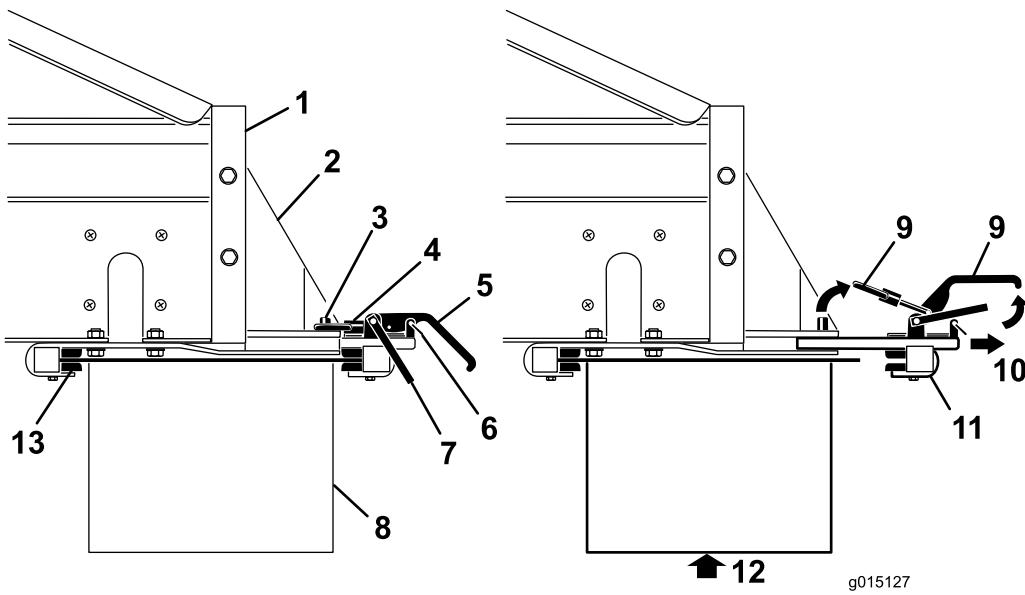

Figure 49
3. Retirez les clips des verrous de sécurité sur les poignées de serrage (Figure 49).
4. Levez le verrou de sécurité, puis levez les poignées des brides de fixation de l'accessoire et dégagerez les bagues de blocage des goupilles de blocage (Figure 49).
5. Sortez la fixation rapide arrière d'accessoire des fentes de montage (Figure 49).
6. En vous faisant aider par une autre personne, insérez le bord avant du transporteur transversal/pivot vers le haut et sous l'arrière de la machine; dans les fixations avant sur les supports (Figure 49).
7. Tout en soutenant le transporteur transversal/pivot, glissez la fixation arrière dans les fentes des supports et par-dessus le bord arrière (Figure 49).
9. Reposez les clips des verrous de sécurité sur les poignées des brides de fixation (Figure 49).